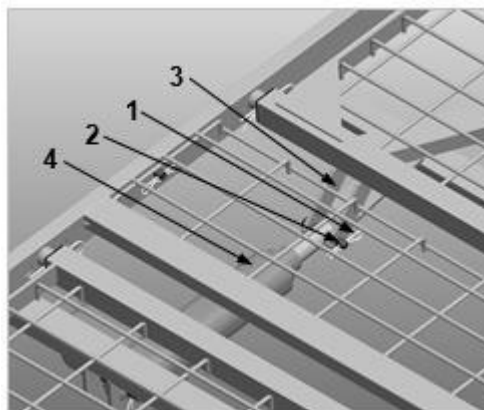

Figura 10: Abbassamento di emergenza della sezione di testa
- Il secondo assistente può ora sfilare la coppiglia (1) sul perno (2) della leva di montaggio del motore (3) e rimuovere il perno del motore (2).
- Il motore della sezione di testa (4) può ora essere orientato verso il basso.
- Dopo aver lasciato la zona di pericolo sotto il letto, il primo assistente può abbassare lentamente e con attenzione la testata. La testata deve essere tenuta saldamente in posizione. Se la testata viene abbassata in modo incontrollato, vi è il rischio di lesioni per il paziente e per l'assistente. (vedi figura 10)
Il motore della testata (4) viene reinserto nella leva di montaggio del motore (3) della testata mediante il perno a spina (2) e deve essere fissato con la coppiglia (1). A questo punto è possibile azionare nuovamente la sezione testa con il microtelefono. (vedere Figura 10)